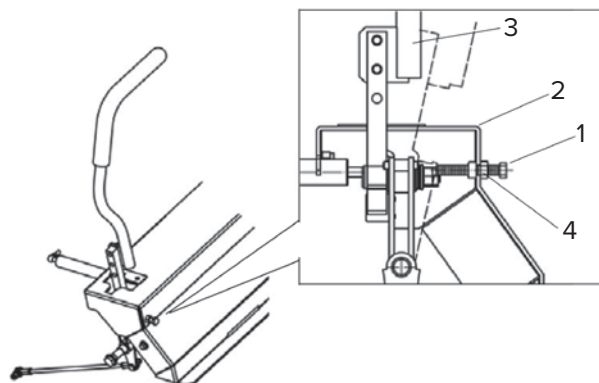

Рис. 39
1. Ослабьте винты на кожухе (см. рис. 39).